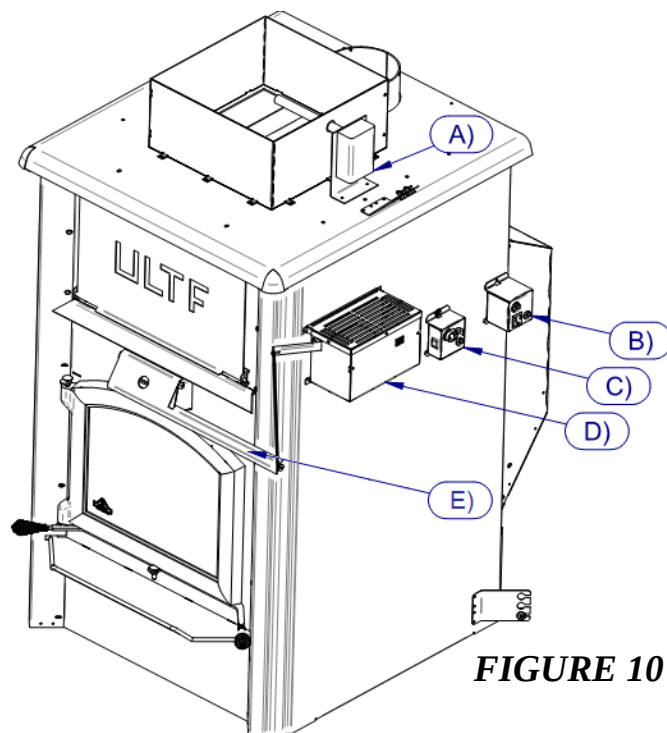

FIGURE 10
-Pour brancher le thermostat, dévissez la boîte de jonction sur le côté de la fournaise (voir page 19, fig.10). Joindre le fil noir du thermostat avec le fils noir dans la boîte de jonction, puis isoler à l'aide d'une marrette. Joindre le fil blanc du thermostat et le fil blanc dans la boîte de jonction, puis isoler à l'aide d'un marrette. Réinstaller la boîte de jonction sur la fournaise.